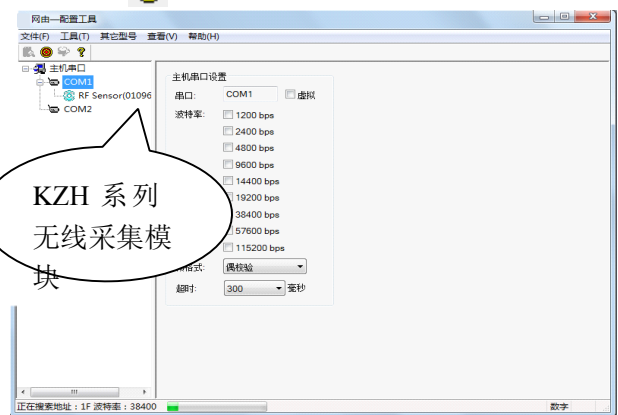

图 6-3
- 4、接通外部电源，单击 图标，在您所使用的串口下出现 KZH 系列无线采集模块如图 6-3 所示，然后单击 图标；